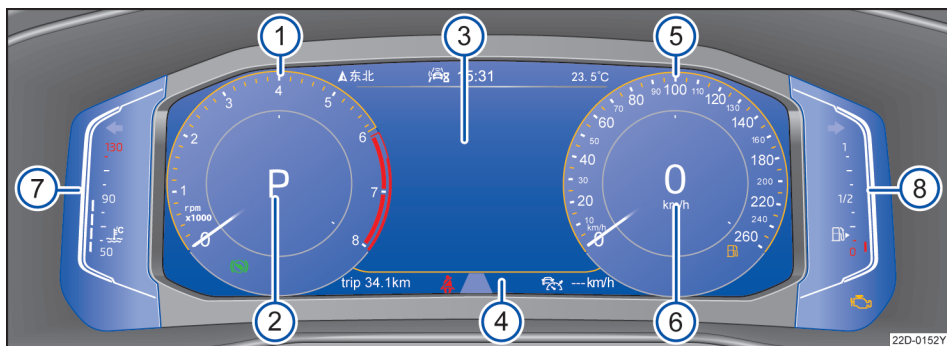

图 12 数字组合仪表
关于数字组合仪表的解释 → 图 12
视汽车装备而定，在显示屏→图 12 ③中可以显示不同的信息：